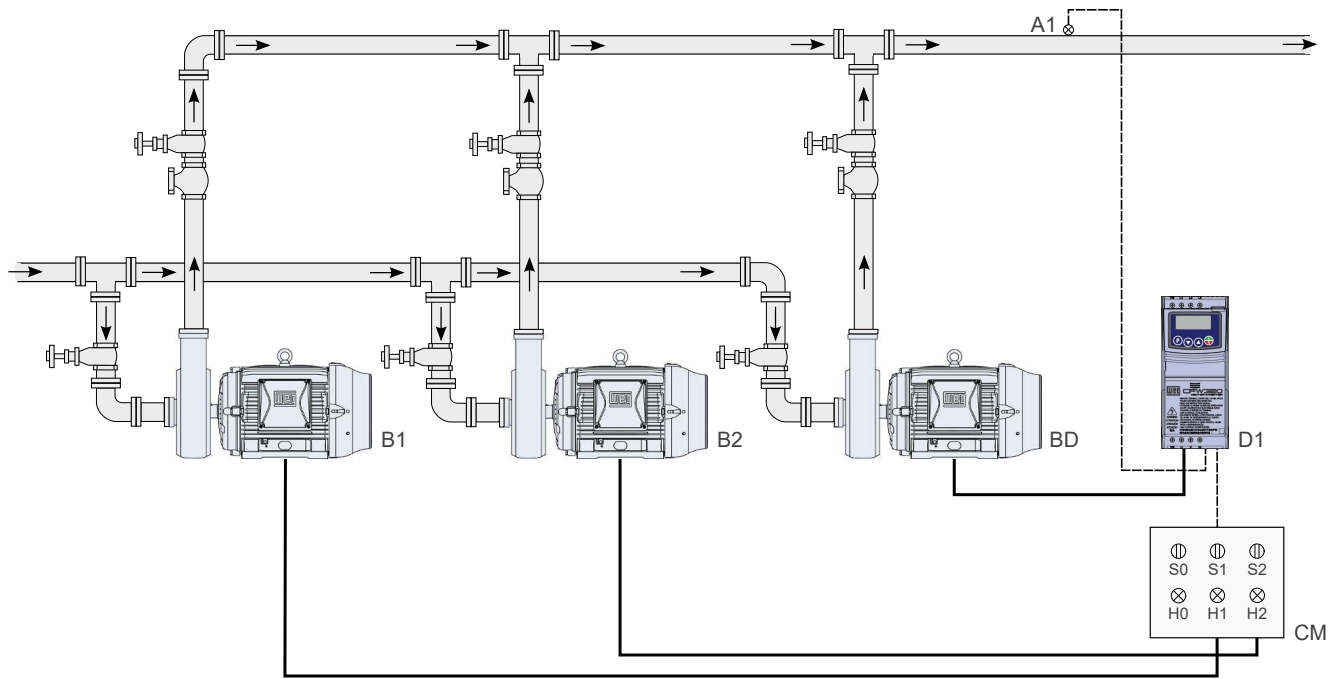
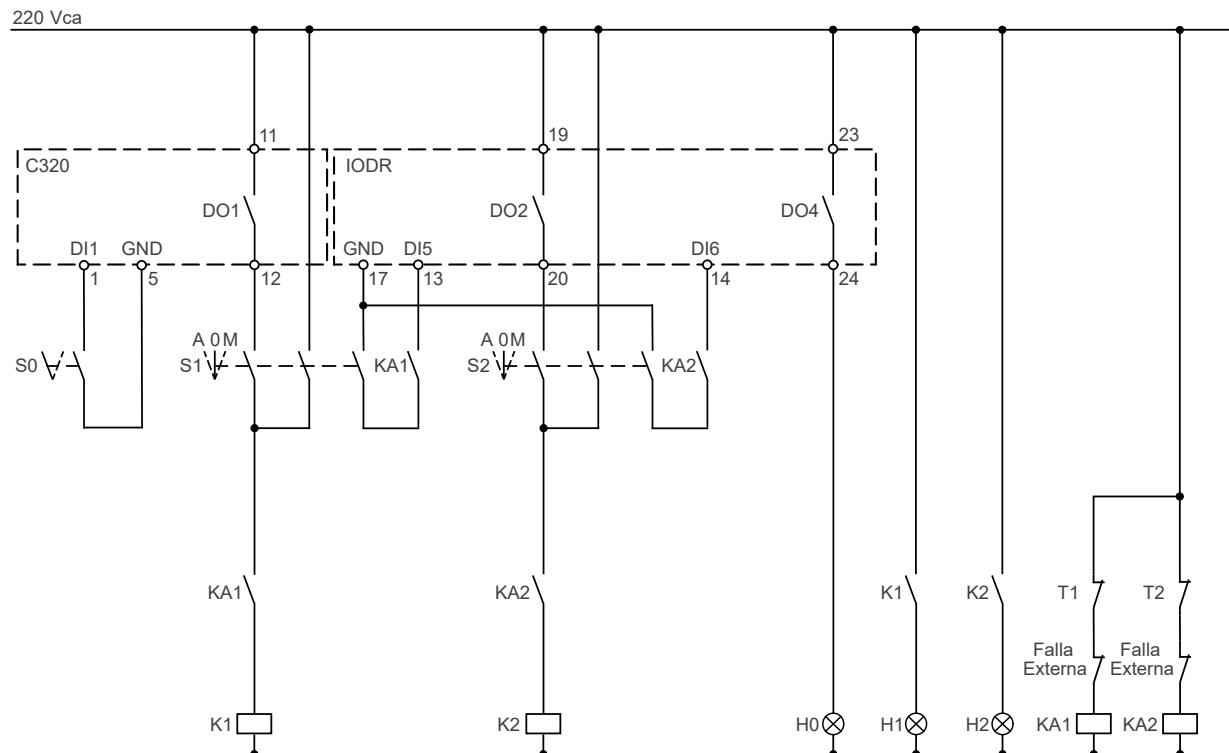

Figura 4.11: Aplicación Pump Genius Multipump con control fijo y setpoint (consigna) del control vía HMI
Figura 4.14: Diagrama funcional para la aplicación Pump Genius Multipump con control fijo y tres bombas en paralelo
La Figura 4.11 en la página 4-12 muestra un accionamiento típico con tres bombas en paralelo y setpoint (consigna) del control vía HMI, siendo básicamente compuesto por:
Las bombas 1 y 2 pueden ser accionadas por contactores (arranque directo o estrella triángulo), arrancadores suaves (softstarter), relés inteligentes, etc. Las señalizaciones H0, H1 y H2 no son necesarias para el funcionamiento del Pump Genius Multipump con control fijo, ya que sirven solamente para indicar la condición de funcionamiento de las bombas en el cuadro de mando (CM). En la Figura 4.11 en la página 4-12, las señalizaciones H1 y H2 vienen de contactos auxiliares de los contactores K1 y K2 que accionan las bombas 1 y 2 como se muestra en la Figura 4.14 en la página 4-15.
La Figura 4.14 en la página 4-15 muestra el diagrama funcional de un sistema de bombeo con tres bombas en paralelo con control fijo: